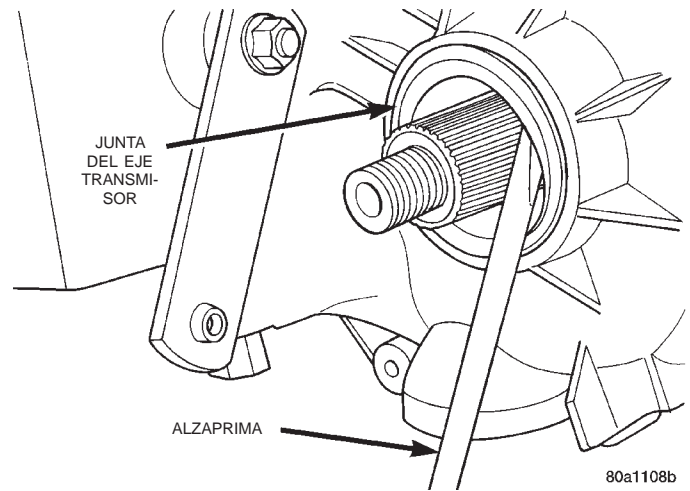

Fig. 40 Desmontaje de la junta del eje transmisor delantero
(1) Retire la junta del eje transmisor delantero de la caja con una alzaprima (Fig. 40).